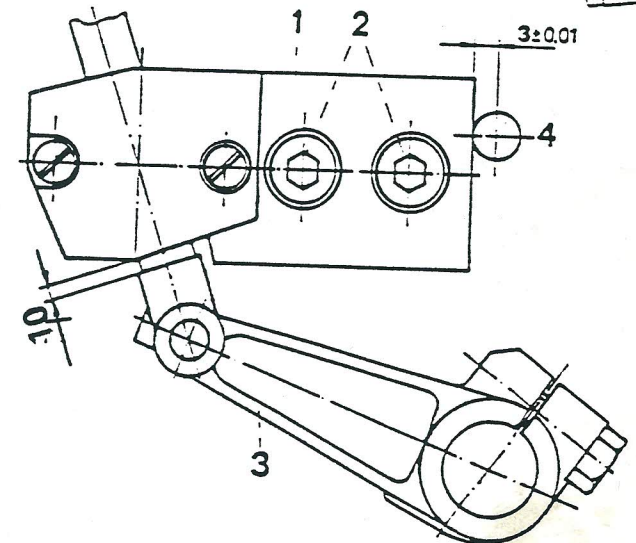
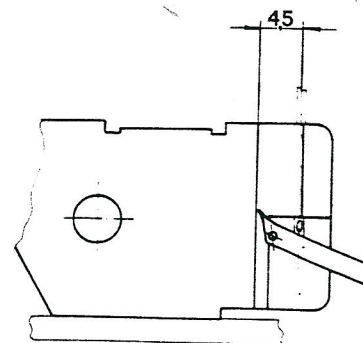

Abb. 5
Abb. 9
- Zur Einstellung des Obergreiferlagers 1 den Zylinderstift 4 in die Bohrung stecken, das Lager an den Zylinderstift schieben und mittels Schrauben 2 fixieren. (Abb. 5)
- Im linken Umkehrpunkt des Obergreifers wird der Hebel 3 so verdreht, daß sich ein Maß von $1,0$ mm ergibt, damit ist das äußere Obergreifergetriebe grob eingestellt. (Abb. 5).
- im linken Umkehrpunkt des Obergreifers durch Verdrehen des Hebels 3 (Abb. 5) das Maß 4,5 mm (Abb. 9) einstellen.